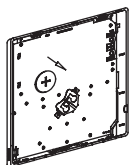

Fig. 3-7
- Coloque a bateria na unidade e certifique-se de que o lado positivo da bateria está de acordo com as marcas de polaridade. (Veja Fig. 3-7)